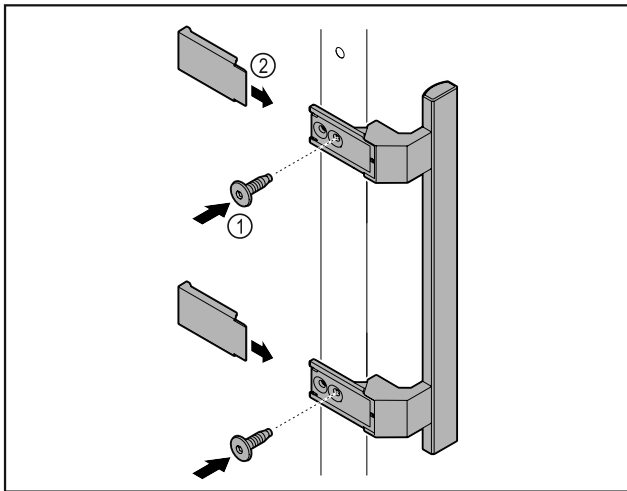

Fig. 9
- ▶ Montare sulla porta la maniglia contenuta nella confezione con le viti annesse Fig. 9 (1).
- ▶ Applicare la copertura Fig. 9 (2).